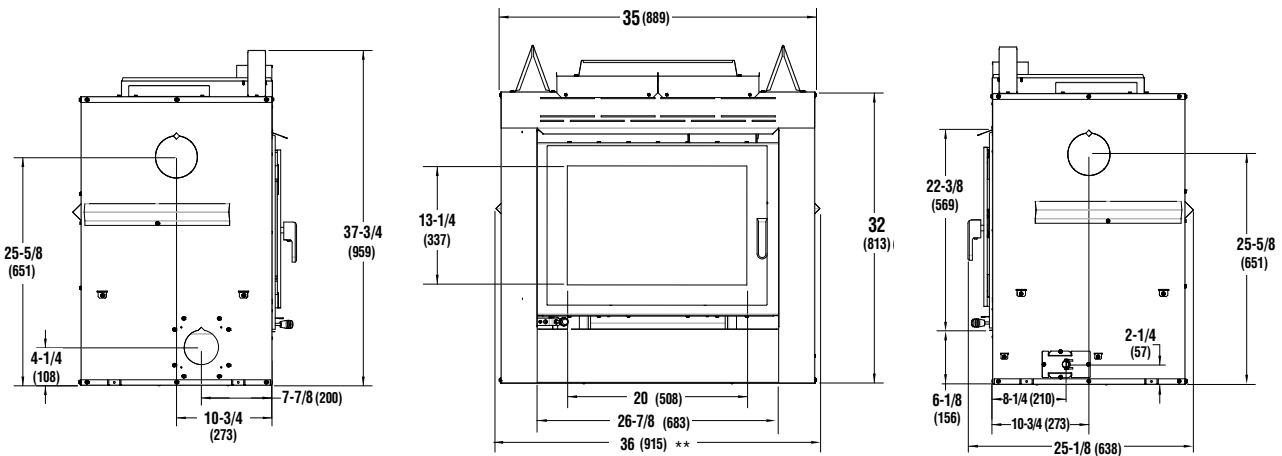

Figure 11 - Dimensions de l'encadrement
- Dessus : Ne pas remplir l'espace vide au-dessus du foyer (sauf l'encadrement de bois. Voir **page 11, figure 11**)